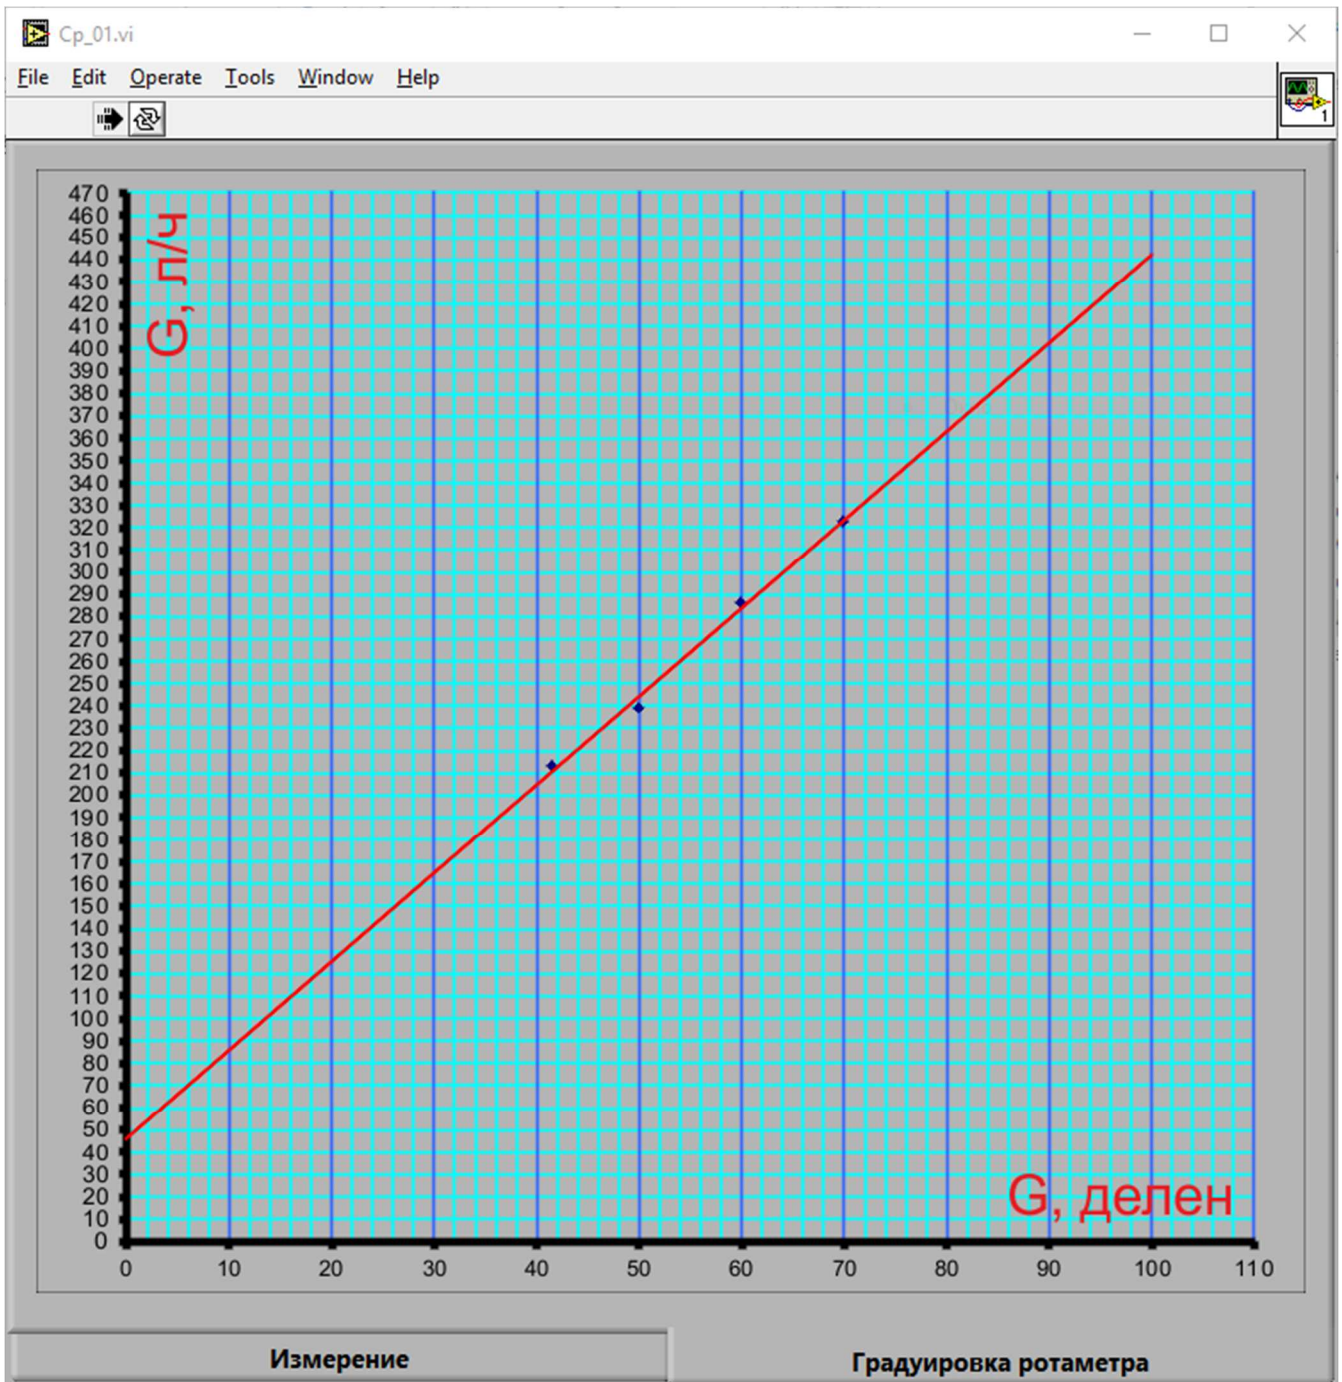

Рис. 3 Градуировка ротаметра.
- С помощью регулятора подачи воздуха компрессора 5 установите поток воздуха на ротаметре 3 в пределах 5 – 15 делений. Показания объемного расхода воздуха G по ротаметру, используя градуировку ротаметра Рис. 3, пересчитайте G в л/ч и затем переведите